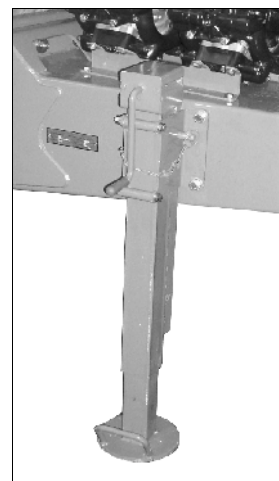

Bild 42
- Sänk ned stödbenet (Bild 42) då växtskyddssprutan ska fränkopplas.